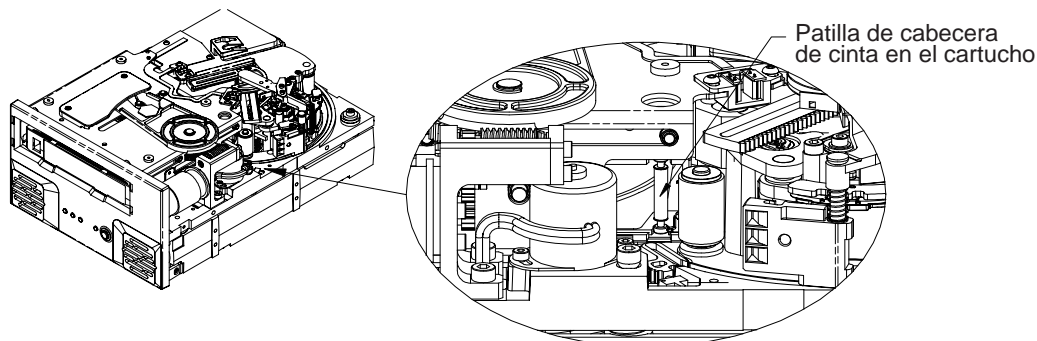

Figura 16. Diagrama de la unidad Viper 200 con la patilla de cabecera de cinta dentro del cartucho LTO (la cinta *no* está enhebrada en el carrete receptor)
- Caso 1: El cartucho está cargado y la patilla de cabecera de cinta está aún en el cartucho (vea Figura 16). Siga el procedimiento de la página 38.
1. Verifique que la patilla de cabecera se encuentre dentro del cartucho, como se muestra en la Figura 16. Si dicha patilla se ha extraído del cartucho y todavía se encuentra en la ruta de la cinta, siga los pasos detallados en el **Caso 2: Cartucho cargado y cinta parcialmente enhebrada**, en la página siguiente.